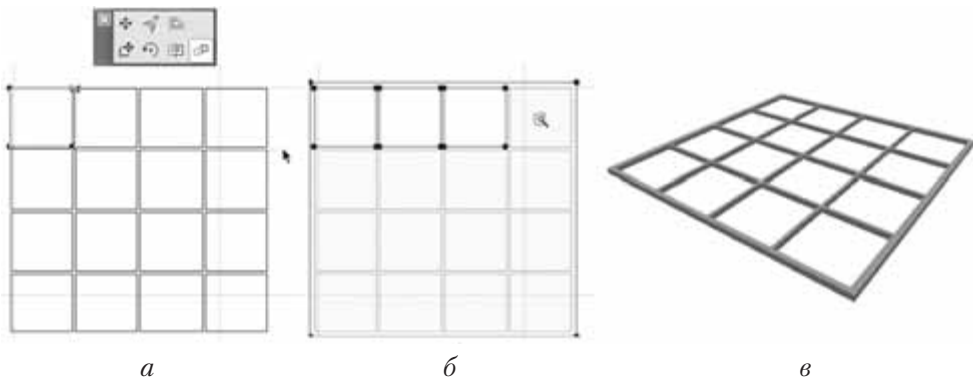

Рис. 8.27. Логическое вычитание с помощью волшебной палочки
3. Размножьте построенный объект с помощью операции тиражирования объектов. Метод тиражирования — Matrix (Матрица) (рис. 8.27, а).
8. Не отпуская клавишу, поочередно помещайте указатель мыши внутрь каждого квадрата и щелкайте кнопкой мыши (рис. 8.27, б).
9. Завершив операцию, переключитесь в 3D-окно и посмотрите результат работы (рис. 8.27, в).